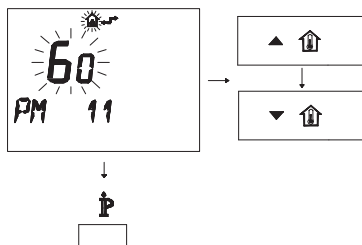

Figura 5.44
- Per modificare il SET programmato agire sui pulsanti o e aspettare che il numero programmato cominci a lampeggiare (Figura 5.44). Ogni passo incre-